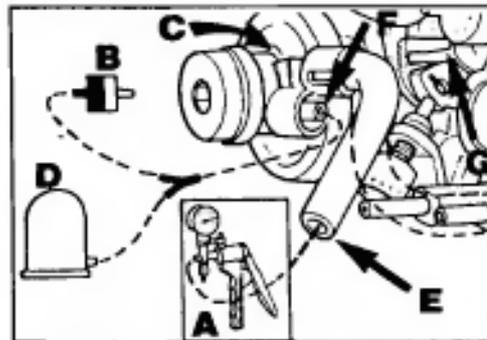
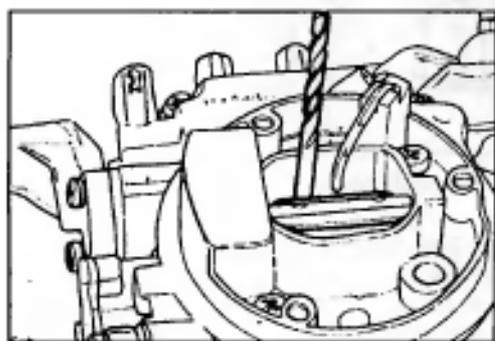

Рис. 5 Зазор воздушной заслонки - проверка
Рис. 6 Зазор воздушной заслонки - регулировка
4.1 Пусковое устройство (Рис. 5)
- б) Отсоедините шланги (Е и F) и заглушите шланг F пробкой (Рис. 5).
г) Нажмите на рычаг (G, Рис. 5) и проверьте зазор воздушной заслонки с помощью сверла (Рис. 6). Если размер зазора лежит за пределами допуска, отрегулируйте его регулировочным винтом (В, Рис. 3).
д) Подсоедините вакуумные шланги (Рис. 5).